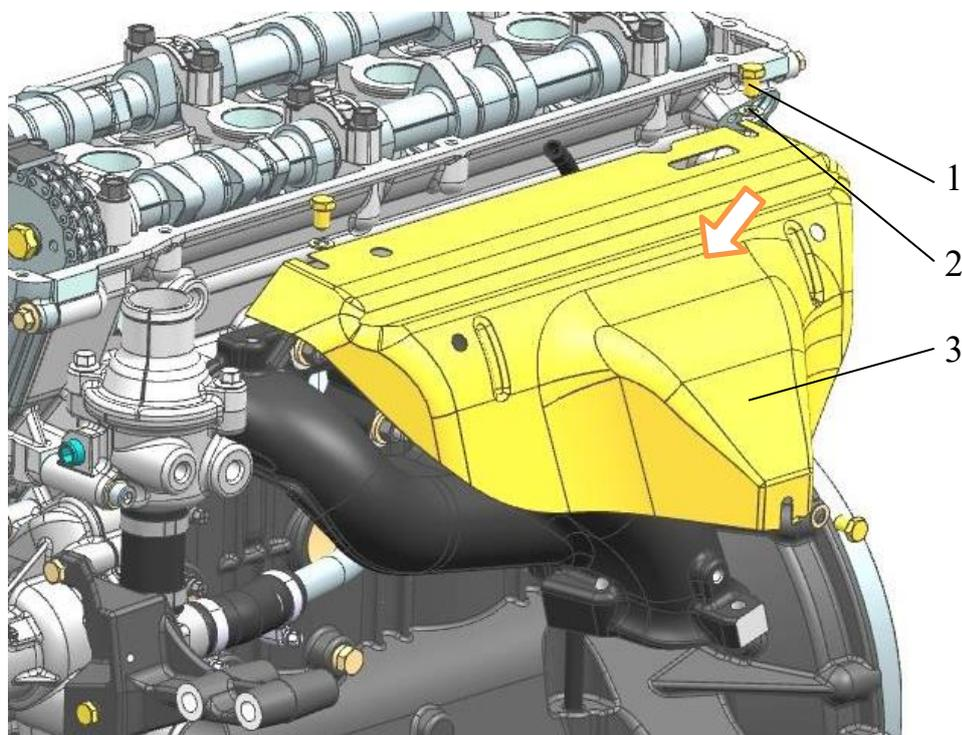

Рис.169. Установка теплоизоляционного экрана:
**22.** Установить и закрепить теплоизоляционный экран 3 (рис.169), затянув болты 1 крепления с плоскими шайбами 2 моментом 3,4...4,9 Н·м (0,35...0,50 кгс·м).